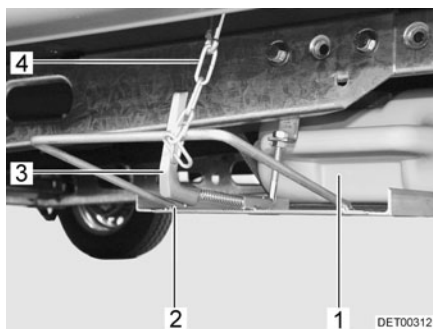

Fig. 144 Réservoir d'eaux usées dans le support sous le véhicule
- Desserrer la chaîne de sécurité (Fig. 144,4).
- Appuyer sur la poignée tournante (Fig. 144,3) vers l'intérieur et la faire pivoter d'un quart de tour dans le sens des aiguilles d'une montre.
- Faire basculer le réservoir d'eaux usées avec le support (Fig. 144,2) vers l'avant et le bas.
- Retirer le réservoir d'eaux usées (Fig. 144,1).